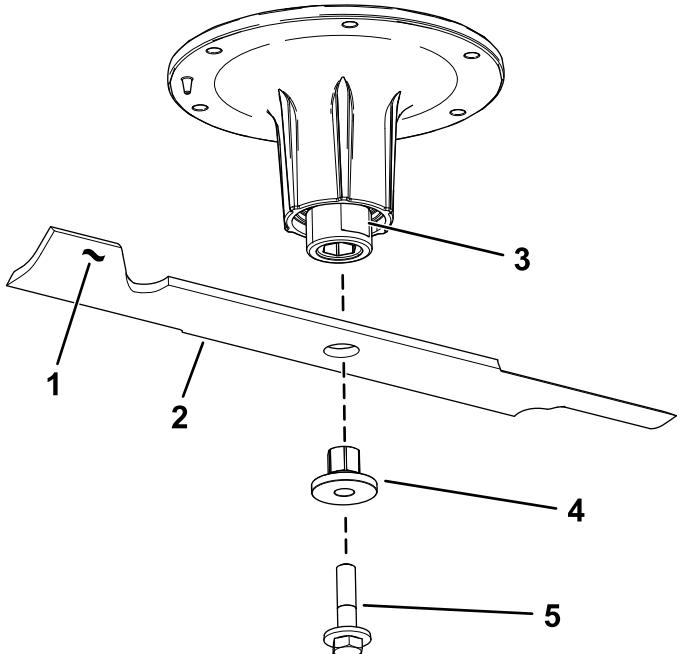

Figure 93
2. Retire el perno de la cuchilla, el buje y la cuchilla del eje (Figure 93).